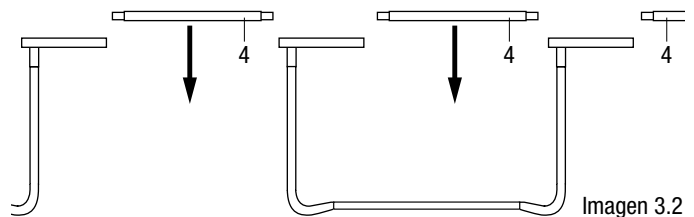

Imagen 3.2
b) Ahora inserte los otros caños para el marco (4) en los espacios intermedios entre los pies de soporte (6) uniéndolos entre sí. (Imagen 3.2) Antes de conectar el último tubo del marco, primero debería soltar de nuevo una o dos patas de empalme. De este modo, el último tubo puede conectarse un poco más fácilmente.